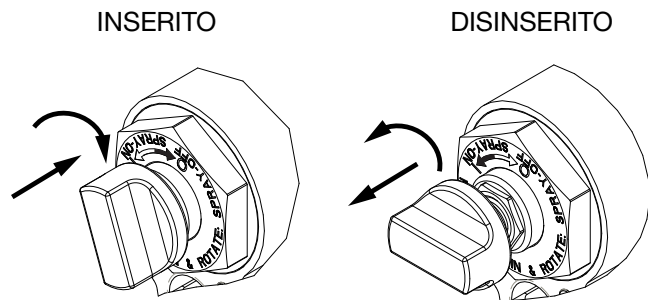

FIG. 6 Blocco di sicurezza del pistone
Vedere FIG. 6.
Premere la manopola e ruotarla in senso orario. Se inserito, la pistola non viene attivata. Vedere FIG. 6.
Premere la manopola e ruotarla in senso antiorario fino a quando non fuoriesce. Deve crearsi uno spazio tra la manopola e il corpo della pistola. Vedere FIG. 6.
1. Inserire il blocco di sicurezza del pistone (G). Vedere FIG. 6.